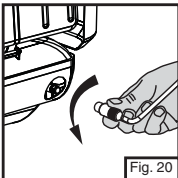

Fig. 20
- Quite el regulador de la parrilla. (Fig. 20)